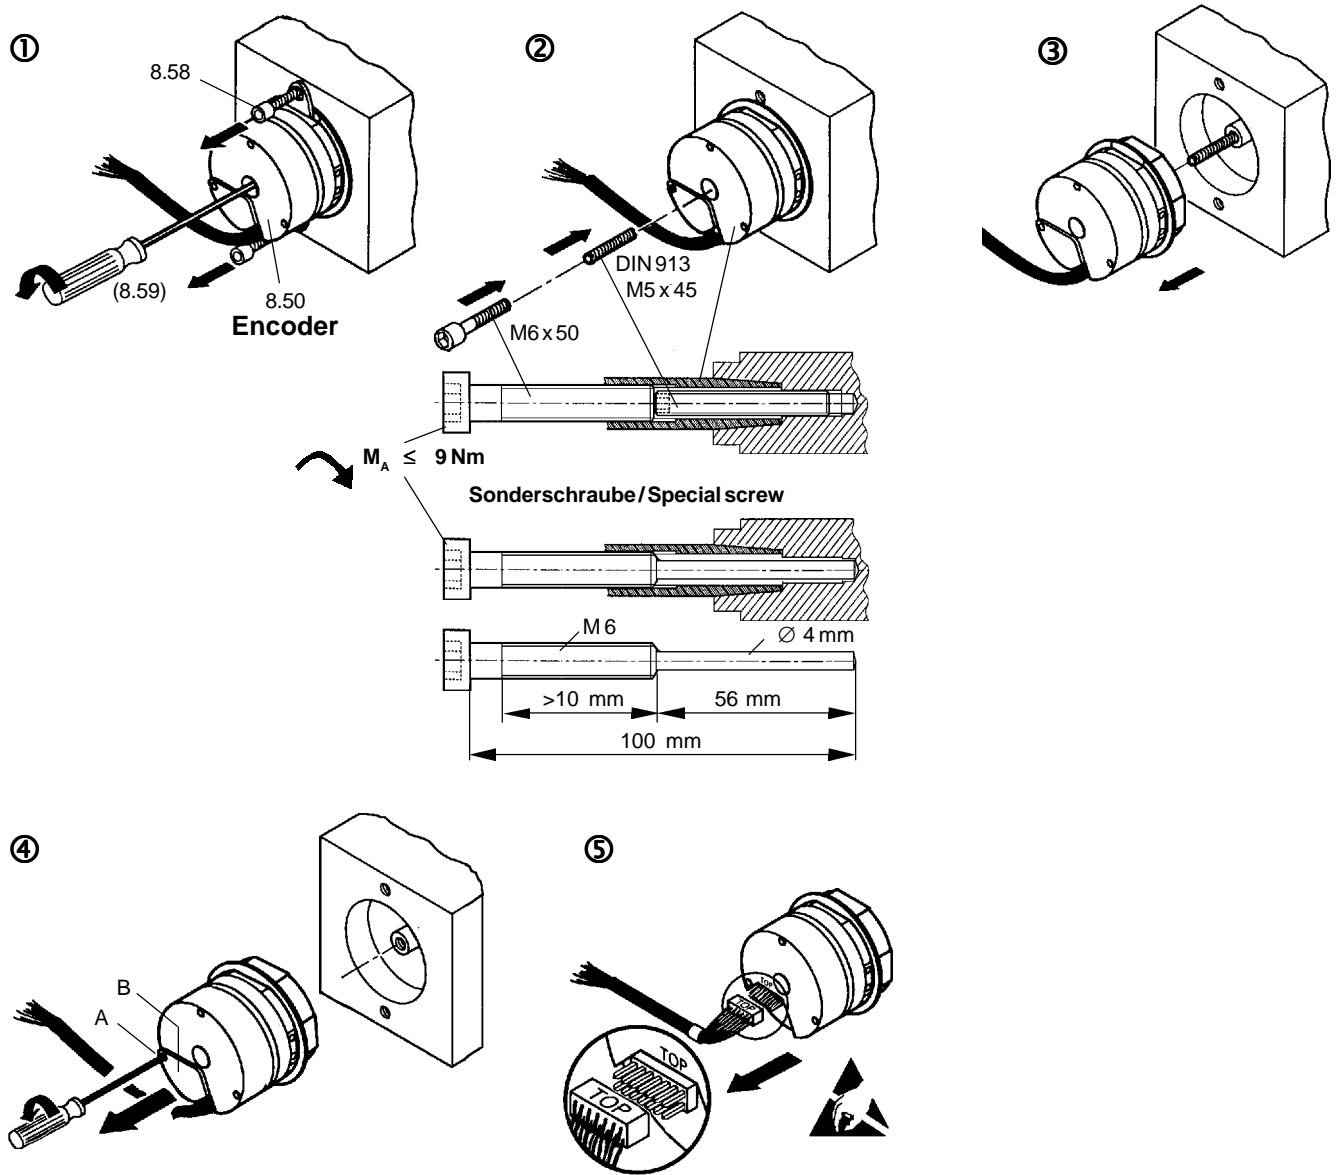

Fig. 104.2 Demontage Encoder
- ①...⑤ (s. Fig. 104.2)
- ① Schraube (8.59) herausdrehen, dabei Mitdrehen des Motorläufers durch Halten am AS-Wellenende verhindern (evtl. geeignete Hilfsmittel verwenden); Schrauben (8.58) entfernen
- ② Encoder abdrücken:
- **Sonderschraube** einschrauben (Abmessungen s. Fig. 104.2)
- ③ Encoder abziehen
- ④ Schraube A und Deckel B entfernen
- ⑤ Stecker abziehen;
- ① to ⑤ (Fig. 104.2)
- ① Undo screw (8.59). While doing so, hold the D-end of the shaft to prevent the the rotor from turning (use suitable auxiliaries if necessary); Take out screw (8.58).
- ② Press off encoder:
- Screw in a **special screw** (dimensions Fig. 104.2).
- ③ Pull off encoder
- ④ Remove screw A and cover B
- ⑤ Pull out plug;